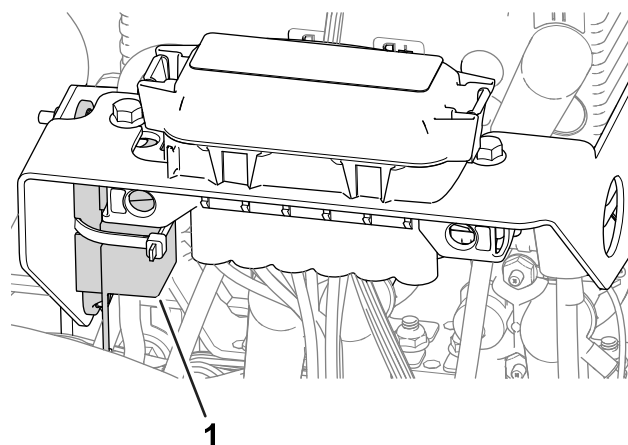

図 57
- 左ホイールモータのヒューズ60 Aは、マシン左側のカバーの下、リール駆動回路用ヒューズの近くにありますが 図 57。